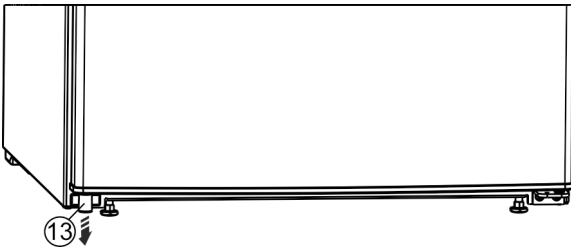

Fig. 5
- ▶ Unten links das Distanzteil Fig. 5 (13) aus der Tür herausnehmen.